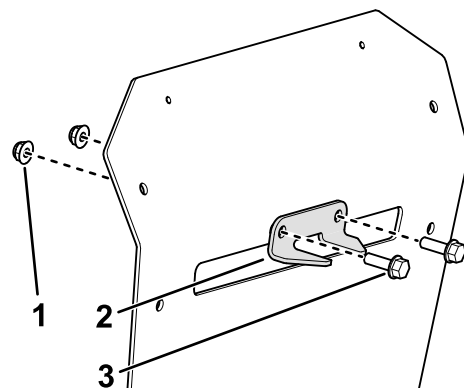

Bild 13
2. Befestigen Sie den Stabilisatorbügel mit zwei Schrauben (5/16" x 1") und zwei Sicherungsmuttern (5/16") an der hinteren Schutzvorrichtung, wie in Bild 13 dargestellt.